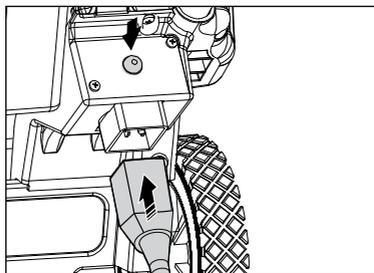

Рис. 14
9. При использовании электростартера (арт. 97649) подключите сетевой удлинитель, предназначенный для питания садового электроинструмента и рассчитанный на напряжение 230 В, к штепсельной вилке стартера (рис. 14).
10. Нажмите кнопку электростартера (рис. 14) и удерживайте ее в течение 3-5 секунд. Произойдет прокручивание вала двигателя и его запуск. Как только двигатель запустился, незамедлительно отпустите кнопку включения электростартера и отсоедините электрический удлинитель от штепсельной вилки снегоуборщика. Если двигатель не запустился, сделайте перерыв в течение 15-20 секунд и повторите попытку.